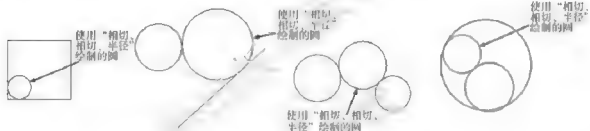

图 3-22
(3) “相切、相切、半径(T)”参数选项:主要作用是在绘图区通过确定圆的两个切点和半径来绘制圆。使用“相切、相切、半径(T)”参数选项绘制圆的使用主要有如图 3-22 所示的 4 种情况。